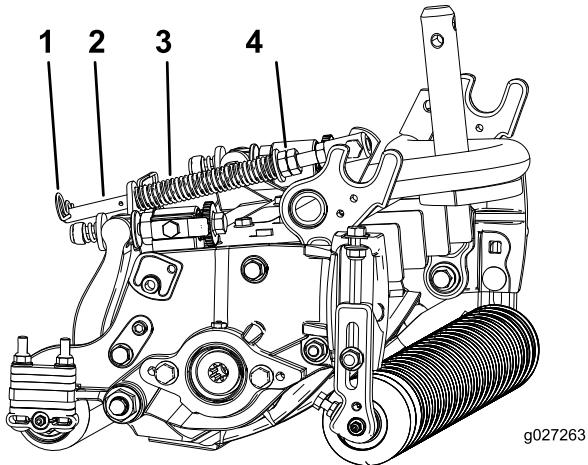

Figura 19
- Verificate che la coppia sia montata nel foro posteriore dell'asta della molla (Figura 19).
- Serrate i dadi esagonali sul lato anteriore dell'asta della molla, finché la lunghezza compressa della molla non è di 15,9 cm (Figura 19).